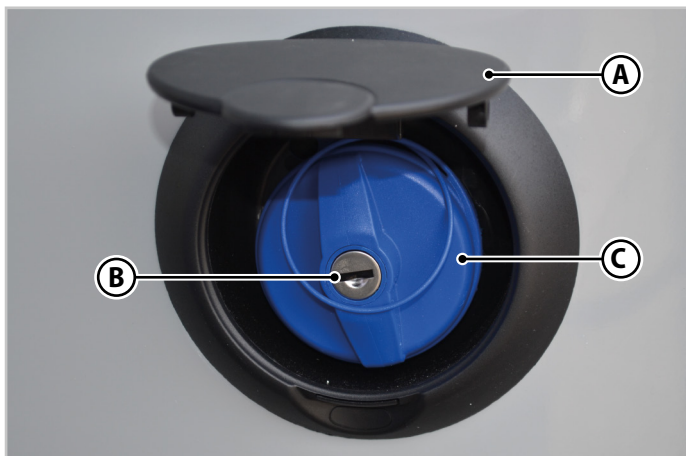

Fig.6.31 - Påfyllning av färskvattentanken
1. Lyft dörren (**A**-Fig.6.31) för att komma åt vattenpåfyllningsröret på sidan av fordonet.
2. Sätt in nyckeln i låset (**B**-Fig.6.31).
4. Vrid locket (**C**-Fig.6.31) moturs och ta bort det.